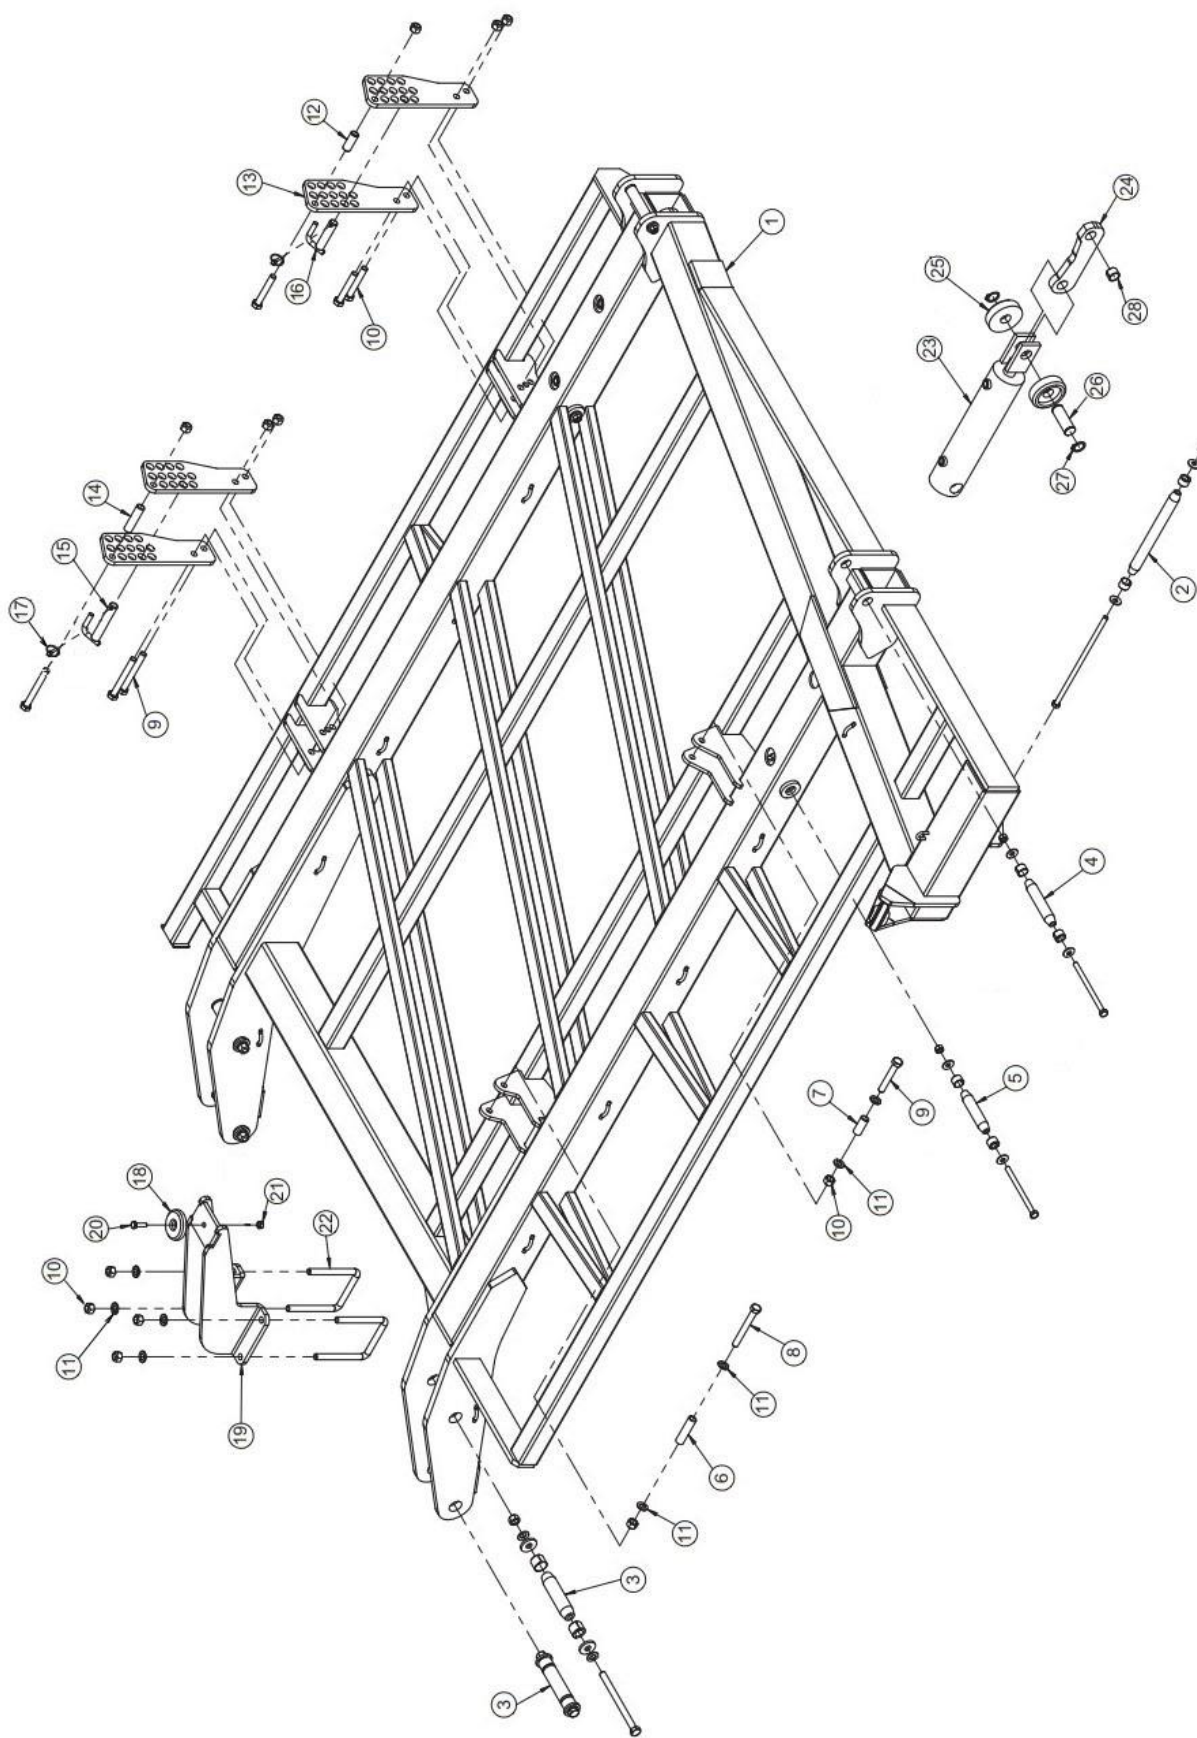

Рисунок 6 – Соединение рыла с закрылком
3.3 Соединение крыла с закрылком (рисунок 6, таблица 11) осуществляется с помощью системы без зазорного крепления поз. 4. Складывание и раскладывание закрылка производится с помощью гидроцилиндров поз.25, коромысла поз.26, и роликов поз. 27, закрепленных на штоке гидроцилиндра с помощью оси поз.28, которые устанавливаются внутри продольных брусьев крыльев.